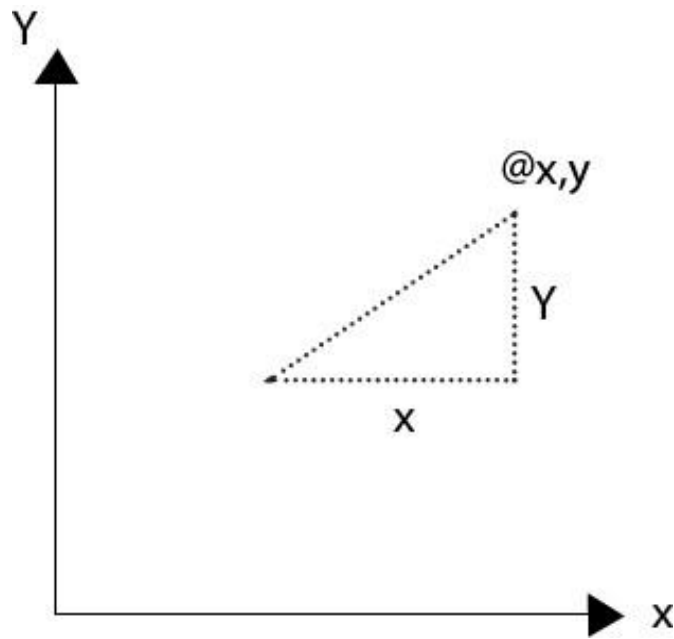

Figura 2.14. Coordenadas relativas.
**Coordenadas relativas.** Son puntos referidos al punto previo introducido. El punto relativo debe ser teclado con la forma @X, Y. El nuevo punto se encontrará X e Y unidades relativas al punto previo (ver figura 2.14).